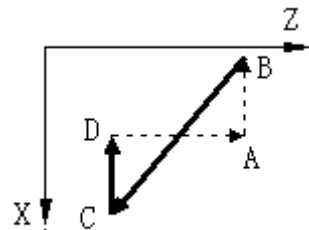

图 4-15-2 错误的编程轮廓，系统报警
- 3) 编程时，必须保证上图中的 ABCD 四个点能够按顺序连成一个四边形或三角形；即 B、C 两点应处在直线 AD 的同一侧；否则报警（图 4-15-2）。当 C、D 两点重合或 A、B 两点重合时构成三角形。但是在个别锥面切削程序中，当终点与起点坐标值均相同时，系统处理为一直线。
- 4) G90 指令的后面，可以紧跟再循环后续指令，表示重新给定 X 的终点坐标、按 G90 的轮廓再循环 1 次；后续指令中的 U，也是相对于循环起始点的。例如，仅重新定义 X 的终点坐标 (X/U)，则按新的 X (U) 坐标值重复上述循环过程。后续指令的循环轮廓图，应该与 G90 的循环轮廓方向一致。
- 5) 循环后续指令中只能是单独的 X (U) 字段（带 F 指令）；后续指令的下一段可以再接后续指令；若后续指令的下一段指令不是单独的 X (U) 指令，而是其他 G 指令，则取消循环；若后续指令的下一段指令不是单独的 X (U) 指令，而是 X (U) 指令与 M、S、T 指令同段编写时，则系统提示报警信息。